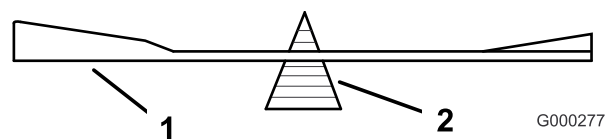
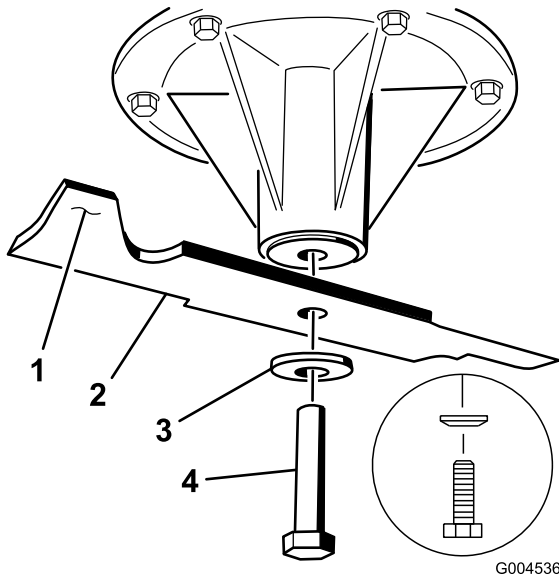

Figura 87
Figura 88
2. Retire del eje el perno de la cuchilla, la arandela curva y la cuchilla (Figura 88).
2. Verifique el equilibrio de la cuchilla colocándola sobre un equilibrador de cuchillas (Figura 87). Si la cuchilla se mantiene horizontal, está equilibrada y puede utilizarse. Si la cuchilla no está equilibrada, rebaje algo del metal en la parte de la vela solamente (Figura 88). Repita este procedimiento hasta que la cuchilla esté equilibrada.
1. Instale la cuchilla en el eje (Figura 88).
2. Instale la arandela curva y el perno de la cuchilla. El cono de la arandela curva debe estar orientado hacia la cabeza del perno (Figura 88). Apriete el perno de la cuchilla a 115–149 Nm.